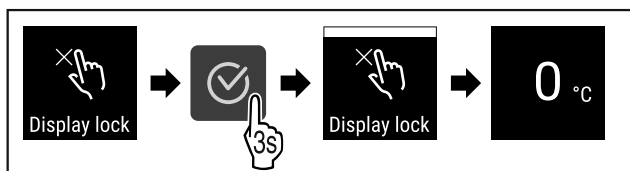

Fig. 76
- ▶ Suivre les étapes (voir Fig. 76).